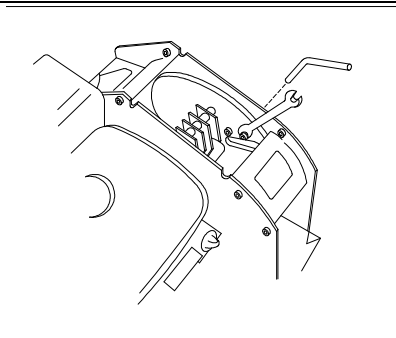

Fig. 14
- Introduire les clés et déboullonner les trois vis. Enlever la lame et la remplacer ou l'aiguiser (Fig. 14).